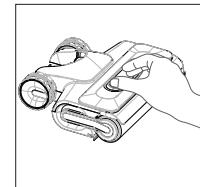

Fig. 13 – Retirer le cache
- ▶ Retirez le cache du rouleau en microfibres en appuyant sur les deux boutons de déverrouillage situés sur le dessus et en tirant le cache vers le haut (**voir Fig. 13**).